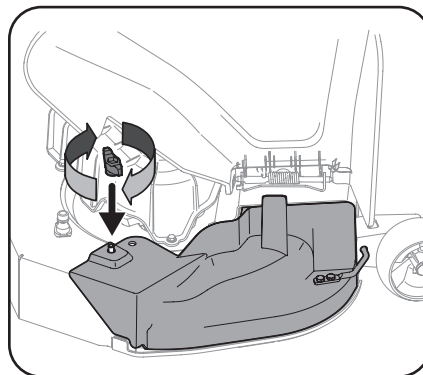

Fig. 6
3. Fixez le bouchon de déchiquetage avec un écrou papillon. Voir Fig. 6.